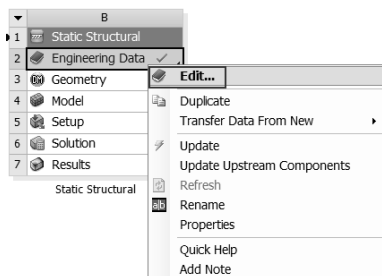

图 19-38 材料属性设定
Step1：材料属性设定。在 B2 (Engineering Data) 中右击，在弹出的快捷菜单中选择 Edit 命令，单击如图 19-38 所示工具栏上的 按钮。